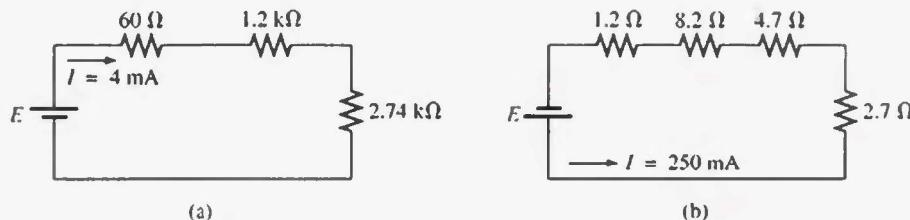

FIGURA 5.73
3. Encuentre el voltaje E necesario para desarrollar la corriente especificada en cada red de la figura 5.73.